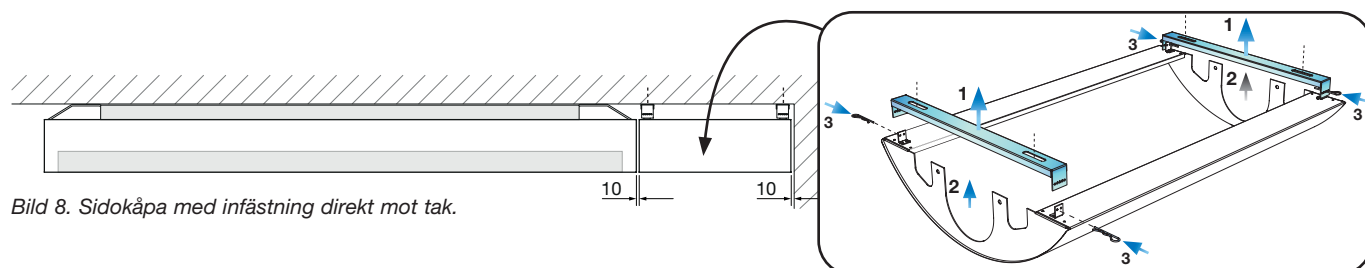

Bild 8. Sidokåpa med infästning direkt mot tak.
3. Sidokåpa med infästning direkt mot tak (se bild 8). Maximal längd: 3600 mm (i steg om 1 mm).